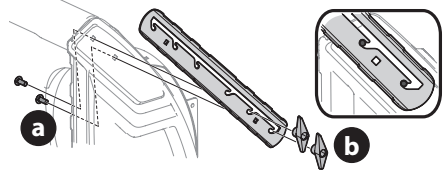

Figura 48
1. Afloje los dos pernos del carro (a) y las tuercas de mariposa (b) que sujetan cada cortador de desplazamiento de nieve a los lados de la caja de la barrena (Figura 48).